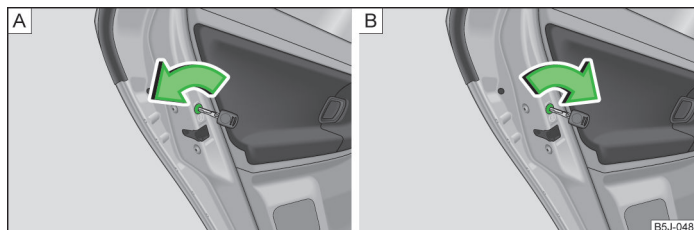

Fig. 10 Conectar el seguro para niños: para vehículos sin o con cierre centralizado
- En los vehículos sin cierre centralizado, gire la ranura del seguro de la puerta izquierda en sentido antihorario » fig. 10 - **A**, y la de la puerta derecha en sentido horario.
- En los vehículos con cierre centralizado, gire la ranura del seguro de la puerta izquierda en sentido horario y la de la puerta derecha en sentido antihorario » fig. 10 - **B**.